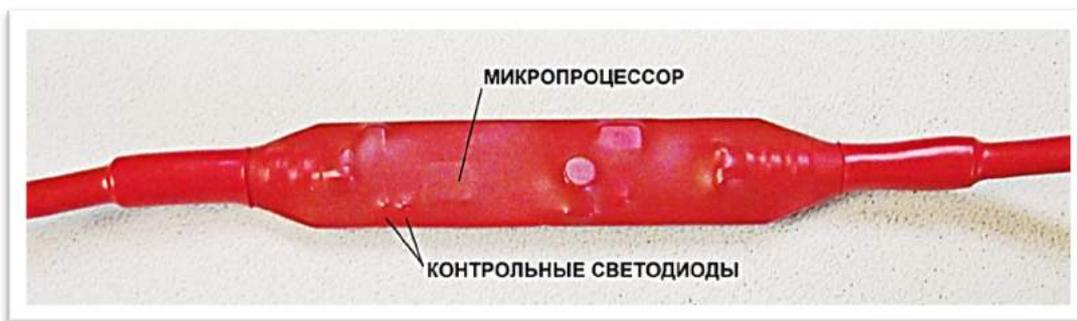

Рис.7. Внешний вид узлового контроллера КХ "ProCab".
1.2.12. Узловые контроллеры объединяют кабельные хвосты в информационную сеть последовательного включения (рис.7). УК обеспечивают трансляцию данных к блоку обработки, измерения, передачу и защиту данных датчиков, расположенных в кабельном хвосте. Датчики в пределах кабельного хвоста подключены по индустриальной шине 1-wire.